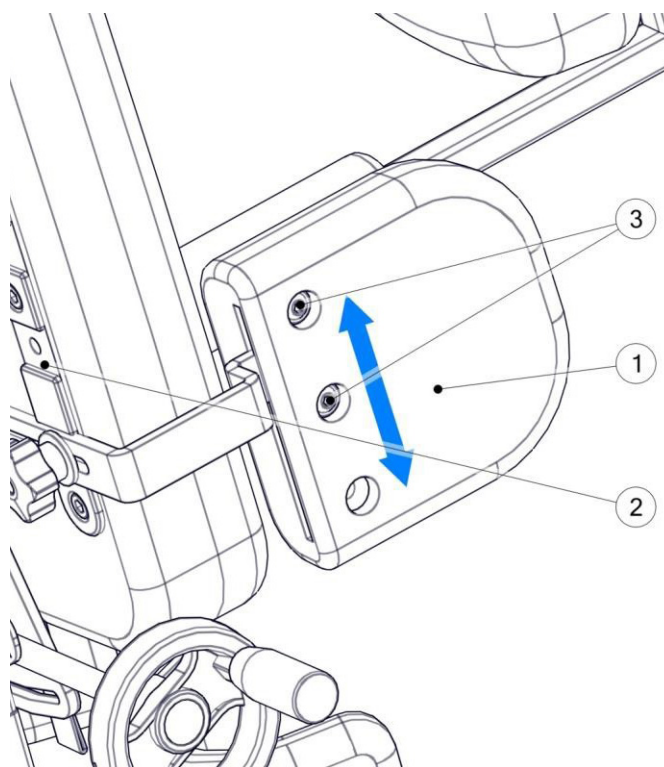

рис. 9
Конструкция упоров для бедер обеспечивает дополнительную регулировку по высоте в зависимости от установки в один из пазов на направляющем профиле (2). Для этого отверните все винты (3) и переместите упор в нужный паз, воспользовавшись оставшимися монтажными отверстиями в упоре. Затяните винты (3) в новом положении. Рис. 9.